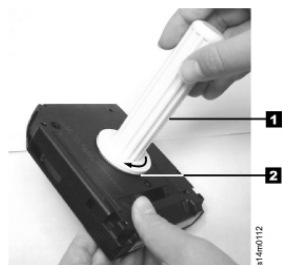

Figura 51. Rebobinado de la cinta en el cartucho
5. Para rebobinar la cinta, inserte la herramienta de rebobinado manual ( **1** en la Figura 51 en la página 173) en el concentrador del cartucho ( **2** ) y gírelo en el sentido de las agujas del reloj.